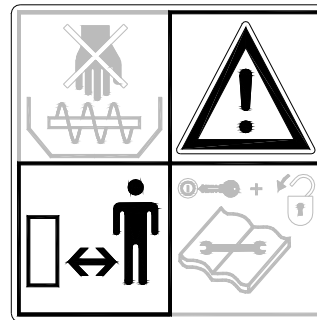

Fig. 4
**Houdt minimaal 4 meter afstand!** (Fig. 4)